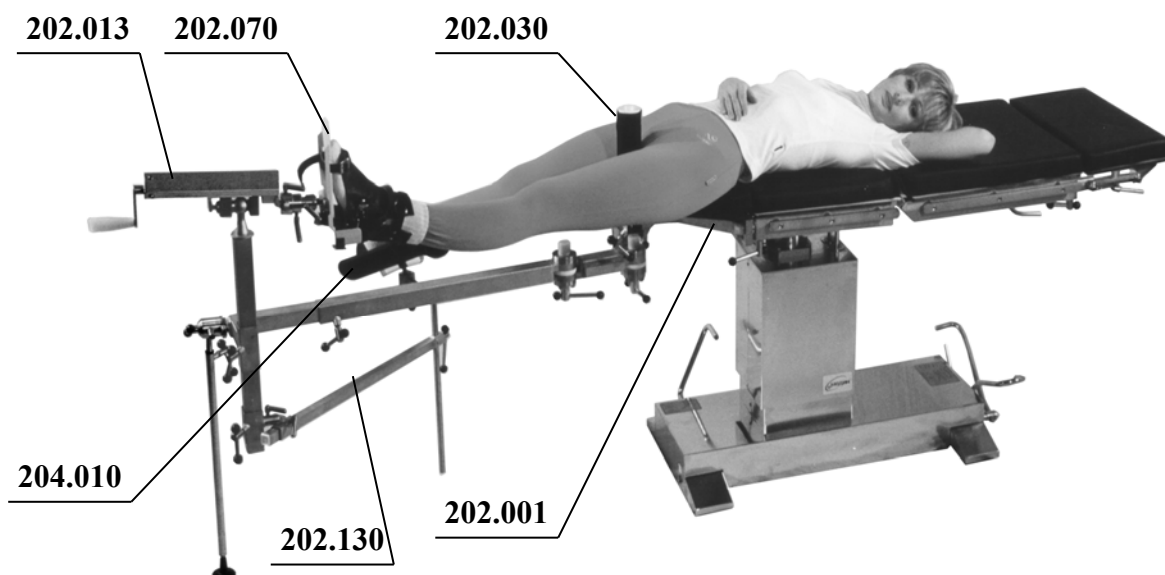

**Рисунок 8. Вариант использования приспособлений комплекта КПП-03 (лечение бедра при расположении пациента на спине).**
9.4 Лечение бедра при расположении пациента на спине, неповрежденная нога находится на универсальной подставке под нисходящим углом (рисунок 8).